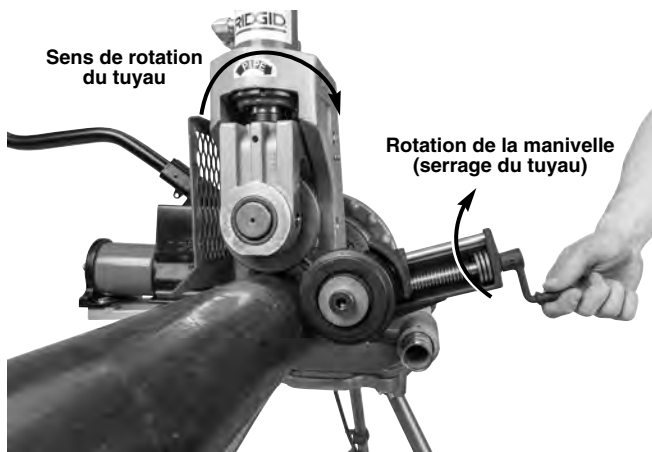

Figure 17 – Positionnement du stabilisateur
Le stabilisateur ne peut être utilisé que lorsque le commutateur REV/OFF/FOR du système d'entraînement se trouve en position REV (dans le sens de rotation indiqué sur la rainureuse indiqué à la *Figure 17*). S'il est utilisé avec le commutateur REV/OFF/FOR en position FOR, le tuyau sera éjecté des galets de la rainureuse.
3. Tournez la manivelle du stabilisateur pour l'amener contre le tuyau. Ajoutez un tour de manivelle pour mettre sa roue en charge contre le tuyau (*Figure 17*). Ne pas passer votre main de l'autre côté du tuyau pour régler le stabilisateur.